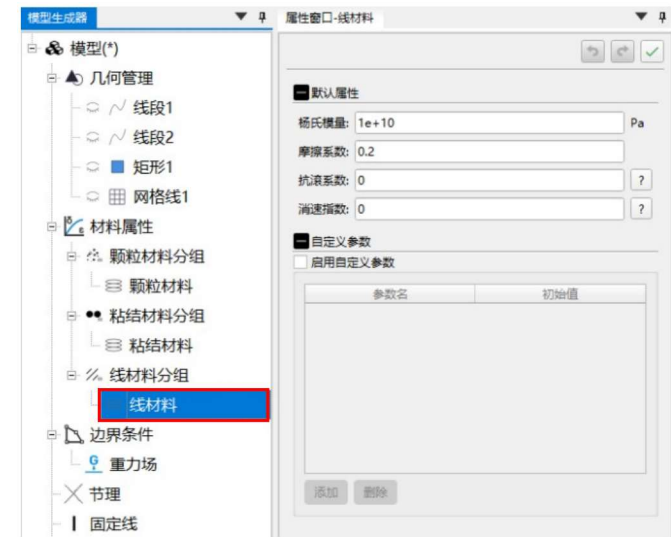

图 1.10 设置线材料属性
- (1) 创建线材料：右键“材料属性”， 点击“创建线材料”， 将自动创建一组线材料，其属性为默认属性。
- (2) 修改线材料属性：如下图 1.10 所示，点击所创建线材料，即可在属性窗口编辑相关参数，相关参数说明见下表 1.5。编辑后，必须要点击属性窗口右上角的勾号按钮，才可生效！